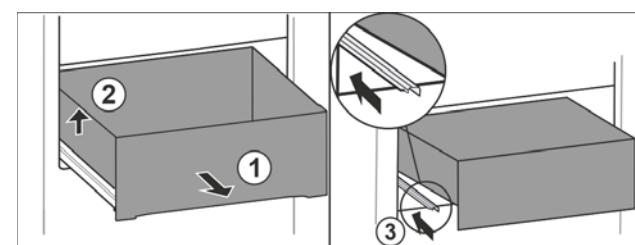

Fig. 21
- Вытяните выдвижной ящик до упора. Fig. 21 (1)
- Приподнимите выдвижной ящик слева. Fig. 21 (2)
- Вставьте левую направляющую. Fig. 21 (3)